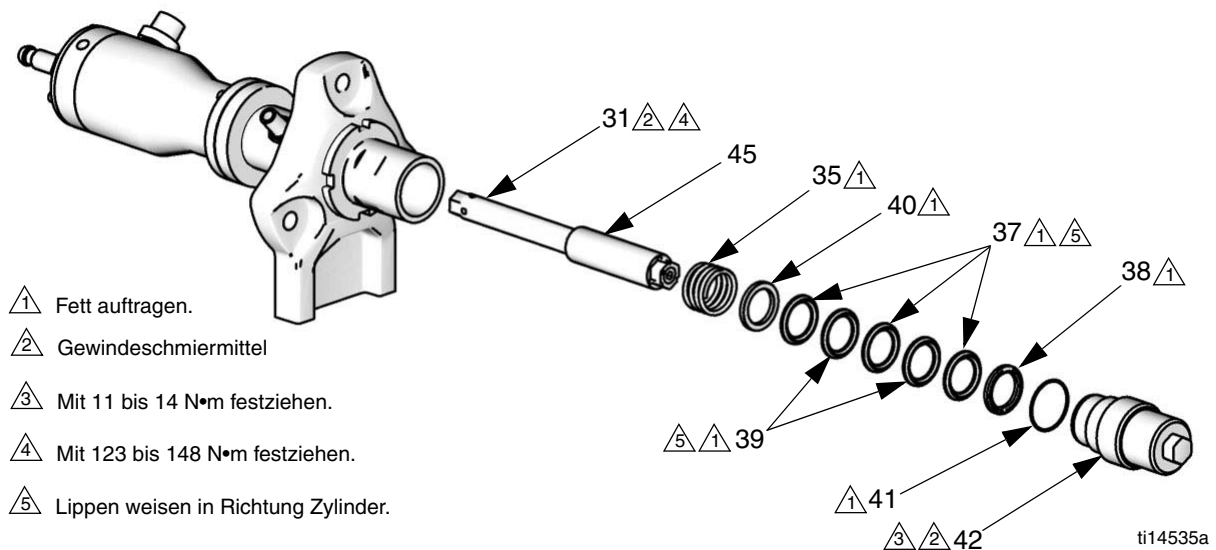

ABB. 14. V-Packungen von Kolben
5. Kolben-/Kolbenstangenbaugruppe aus der Unterseite des Zylinders (27) herausziehen.
6. **Modelle mit V-Packung:** Entfernen Sie die Kolbenpackungen (37, 39), Gegenringe (38, 40) und die Feder (35). Für weitere Informationen hierzu siehe ABB. 14, auf Seite 16.